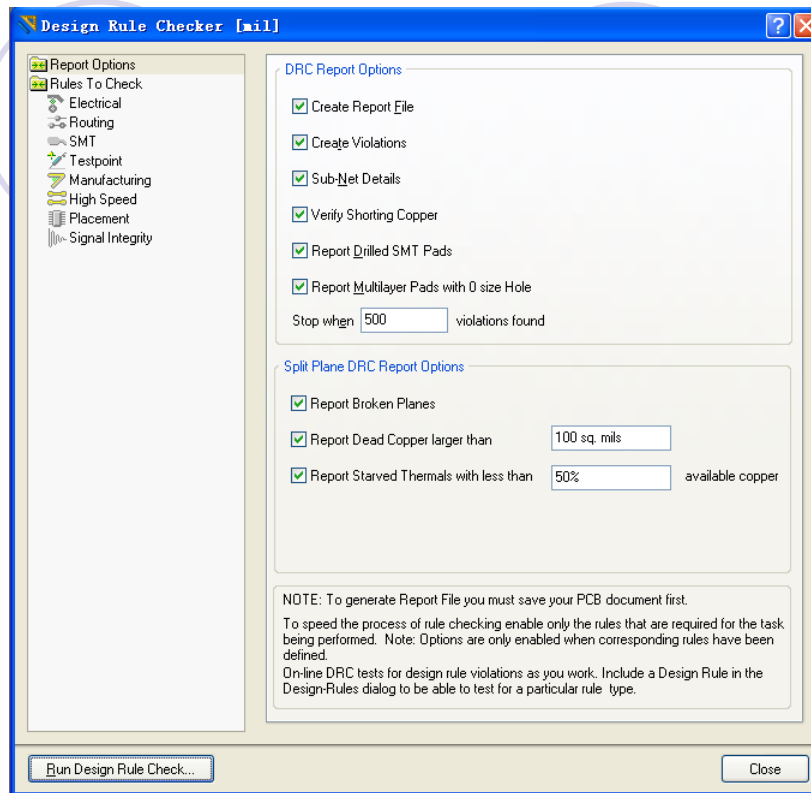

图3-31 设计规则检查对话框
- 1. 从菜单选择Tools → Design Rule Check（快捷键T，D），弹出Design Rule Checker对话框如图3-31所示，保证Design Rule Checker对话框的实时和批处理设计规则检测都被配置好。点一个类查看其所有原规则，如单击Electrical,可以看到属于那个种类的所有规则。